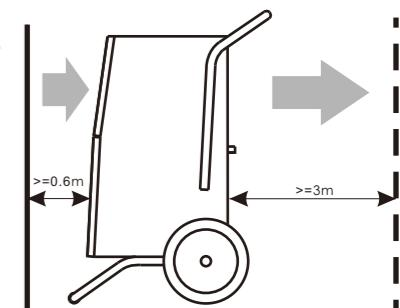

Abb. 2
- Um die größtmögliche Effektivität zu gewährleisten, sollte der Abstand des Geräts zu Wänden bei der Saugöffnung mindestens 60 cm und bei der Austrittsseite mindestens 3 m betragen (siehe Abb. 2).